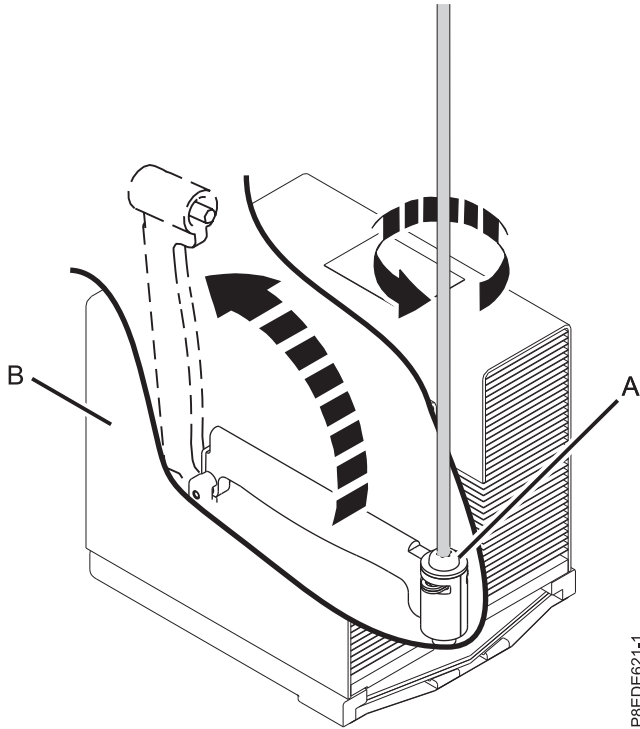

Figura 5. Aflojar el tornillo del brazo de carga del disipador térmico
6. Afloje el tornillo del brazo de carga **(A)** del disipador térmico **(B)** que está extrayendo con el destornillador de estrella T20 suministrado (número de pieza 00LR425). El brazo de carga gira en la dirección que se muestra en la Figura 5 en la página 8.